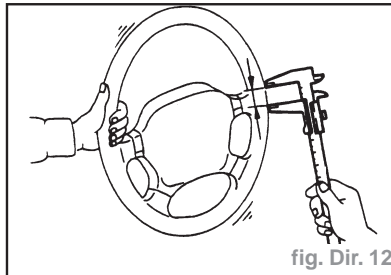

fig. Dir. 12
- Placer les roues en position de marche en ligne droite et vérifier le jeu à hauteur du volant (fig. Dir. 12) :